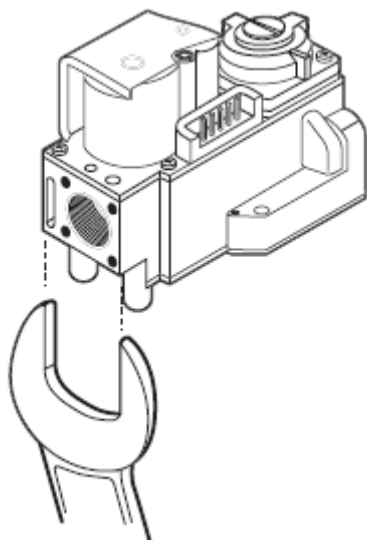

Рис. 3.
- Затяните газовый регулятор ключом (рис. 3).